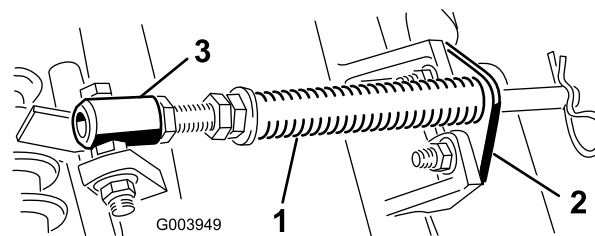

Figura 10
- A. Retire os 2 parafusos e porcas da carroçaria que prendem o suporte da barra aos separadores da unidade de corte (Figura 10).
- B. Retire a porca flangeada que prende o parafuso com cabeça do tubo de mola ao separador da estrutura de suporte (Figura 10) Retire o conjunto.